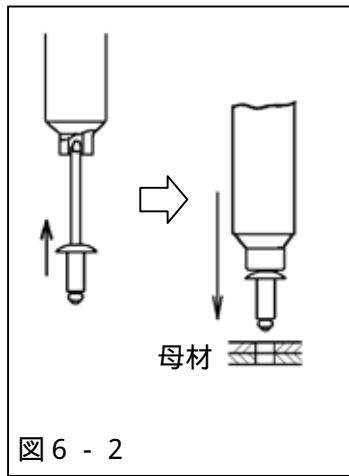

図6-2
(1) ノーズピースにマンドレルを差し込みリベットを装着した後、母材下穴にリベットのボディを挿入してください。(図6-2) 〔リベットは、MCSによりノーズピースに吸着されます。〕